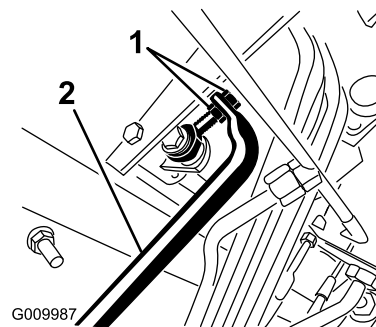

Figura 52
5. Regolate i controdadi dal lato asta della pompa per muovere in avanti il tubo di controllo della pompa ed eliminare lo spostamento in avanti, o per muoverlo indietro ed eliminare lo spostamento indietro (Figura 52).